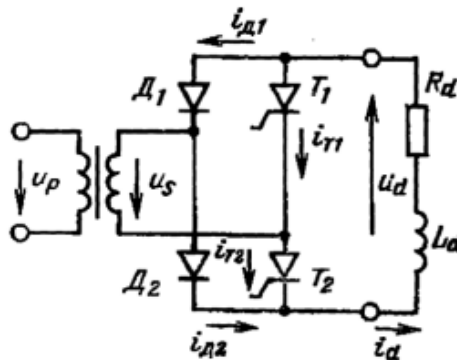

Рисунок 10 – Полууправляемый выпрямитель со схемой 1Φ2Н2Π
17. В полууправляемой мостовой схеме, показанной на рис. 10, $\alpha = 60^\circ$, $U_s = 100$ В, $R_d = 1$ Ом, $L_d \approx \infty$. Трансформатор и вентили идеальные. Постройте кривые токов диодов и тиристоров. Определите средние и действующие значения этих токов.